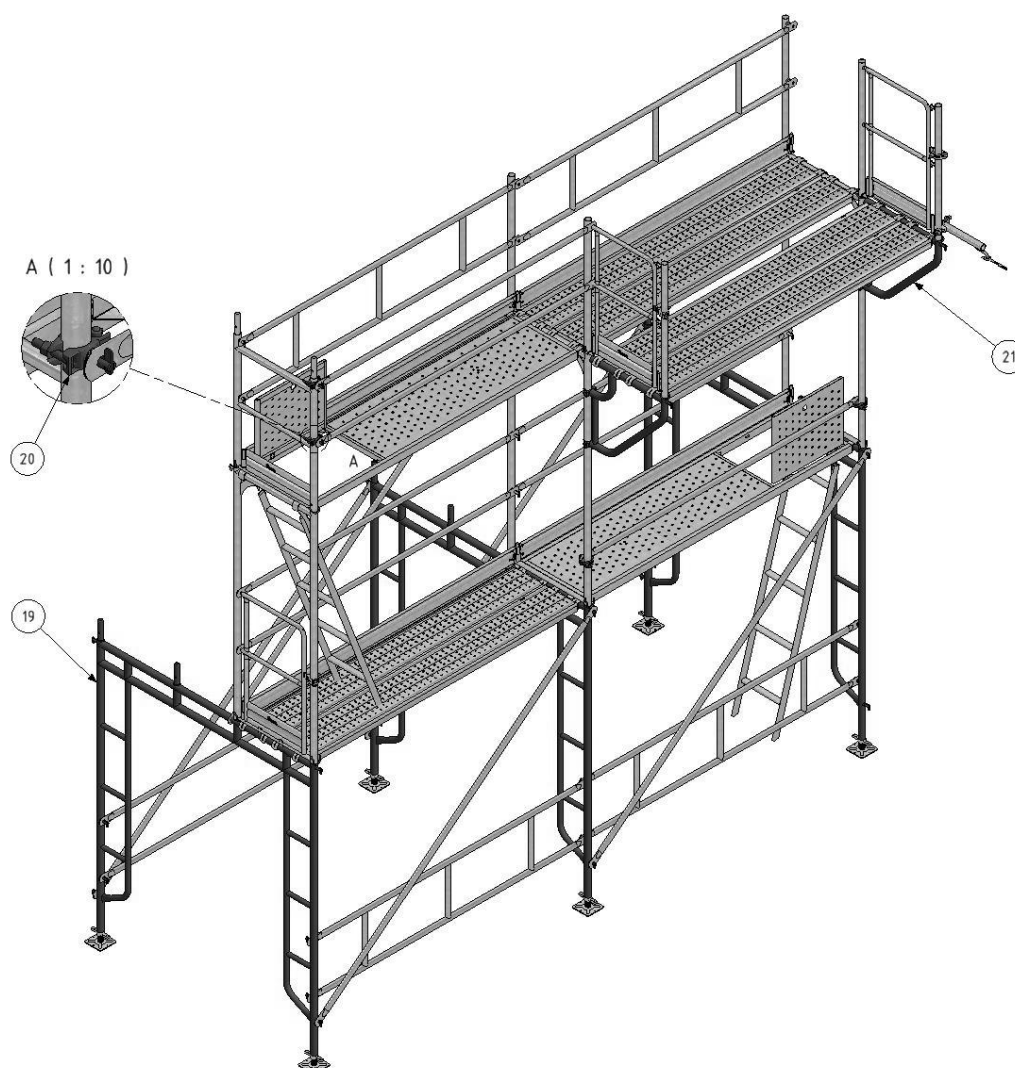

Figura 17
A perna de passeio (19) tem de ser nivelada pelos niveladores ((1), (ponto 6.1.1)), antes de proceder à montagem em altura (Figura 17).
#### 19.1.1 Nomenclatura da (Figura 17)